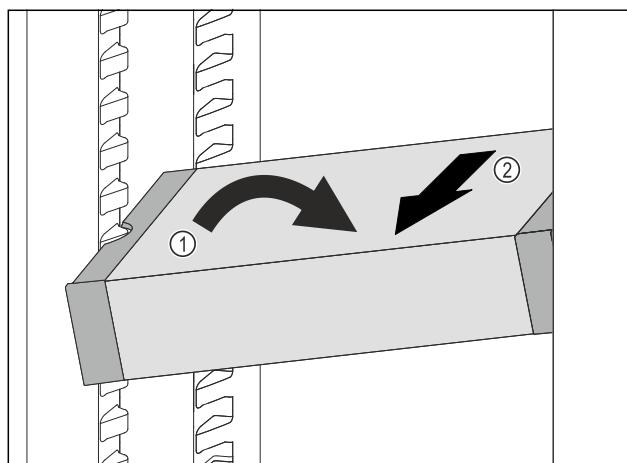

Fig. 112
- Predal VarioSafe postavite v hladilniku postrani. Fig. 112 (1)
- Predal VarioSafe izvlecite v smeri naprej. Fig. 112 (2)